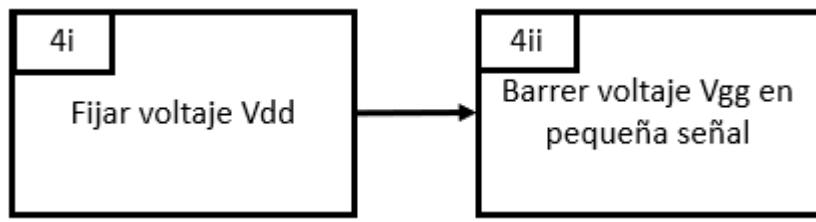

Figura 112. Diagrama a bloques de las funciones que realiza la parte del programa **Medición de curvas en pequeña señal (4)**.
Comparando el código de la figura 115 con el diagrama para la parte de **Medición de curvas en pequeña señal (4)** de la figura 112, cada una de las siguientes dos líneas de código corresponde a una función del bloque.